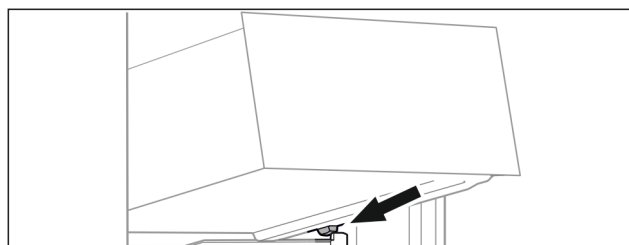

Fig. 82
- ▶ Sätt uttagsslåda i vinkel på behållarens galler bakom de bakre stopplackarna. (se Fig. 82)